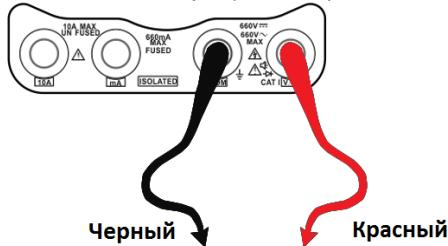

Рис.41
1. Подключить черный щуп к разъему “**СОМ** ”, а красный щуп к разъему “**V/Ω**” CCTV-тестера (Рис. 41).